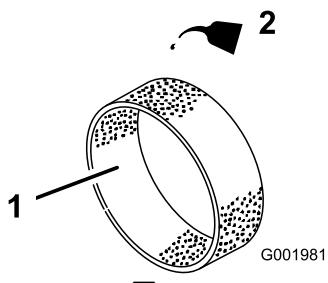

図 43
- 乾いたら新しいエンジン・オイルを30~60 cc含ませる(図 43)。